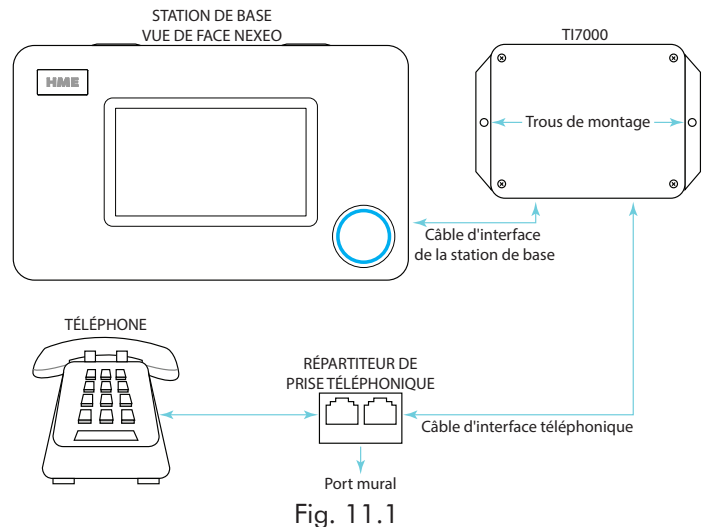

Fig. 11.1
1. Maintenez la TI7000 contre le mur et marquez le mur à travers les deux trous de montage situés à chaque extrémité de l'appareil (voir Fig. 11.1).
2. Branchez le téléphone dans l'un des deux ports du répartiteur de prise téléphonique, voir Fig 11.1.
3. Utilisez le câble d'interface téléphonique fourni, branchez-le dans l'autre port du répartiteur de prise téléphonique et connectez l'autre extrémité au port RJ11 de la TI7000. Voir les figures 11.1 et 11.2.